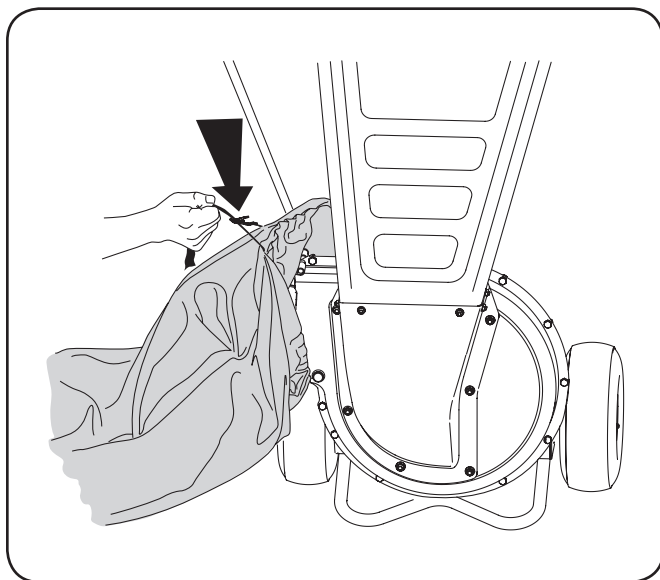

Figure 5-1
2. Oprima la hebilla de seguridad para soltar la tira de extracción de la bolsa antes de soltarla del deflector del canal. Vea la Figure 5-1.